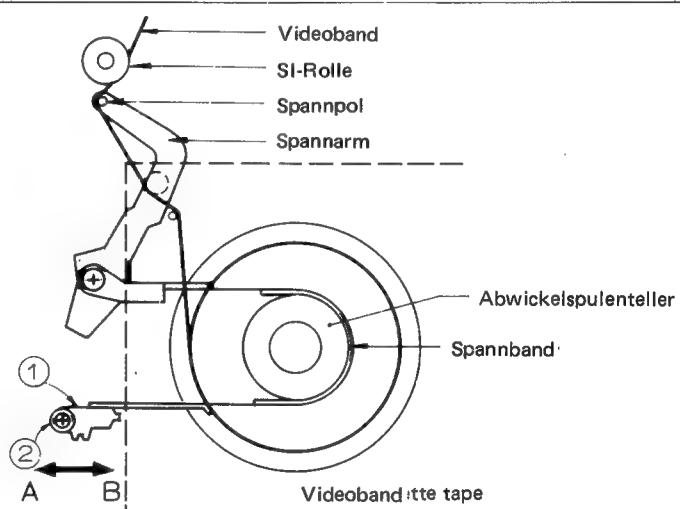

Abb. 7-12
- 1) Wenn der Spannpol sich weniger als 0,5 mm links vom Mittelpunkt der SI-Rolle befindet, bewegt man den Spannband-Einstellwinkel (1) in Pfeilrichtung (B) gemäß Abb. 7-12 und zieht die Schraube (2) fest.
- 2) Wenn der Spannpol sich mehr als 1 mm links vom Mittelpunkt der SI-Rolle befindet, bewegt man den Spannband-Einstellwinkel (1) gemäß Abb. 7-12 in Pfeilrichtung (A) und zieht die Schraube (2) fest.